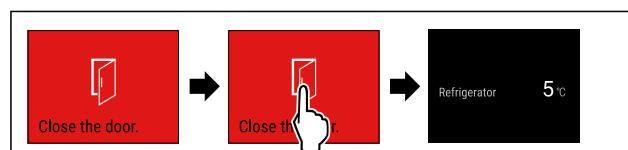

Fig. 77 Beispielhafte Darstellung
- Fig. 77 Beispieldiante Darstellung